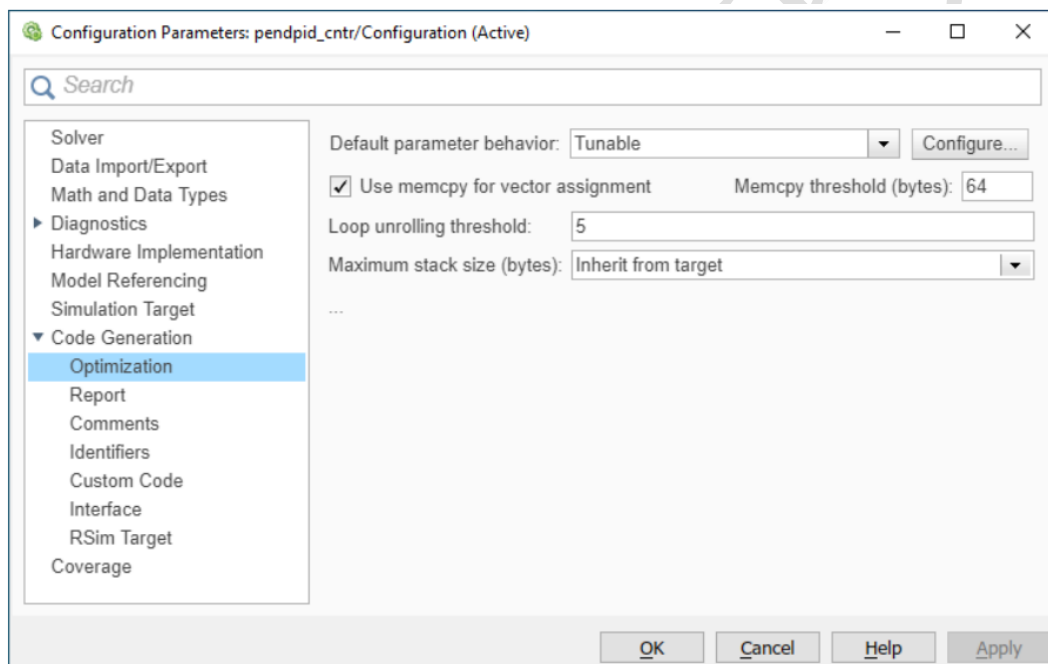

图 3.5 Matlab 9.X 的 Tunable 参数
11. 然后到 **Code Generation | Optimization** 页面，设置 **Default parameter behavior** 为 **Tunable**，如图 3.5。